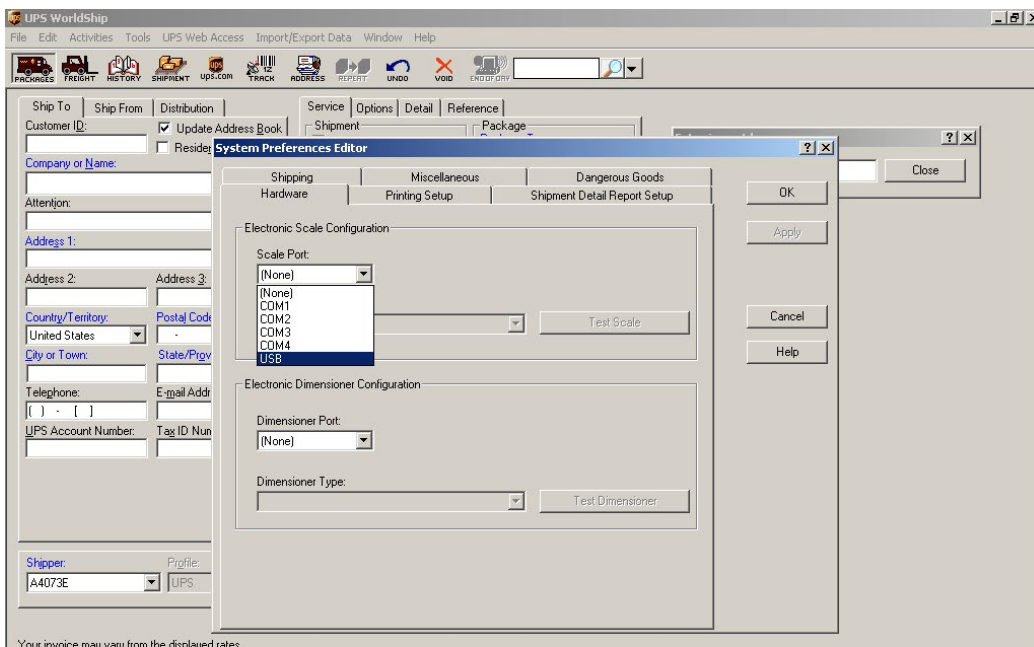

Figure 7
3. Dans le menu déroulant Scale Port, sélectionnez USB. (Voir Figure 7)